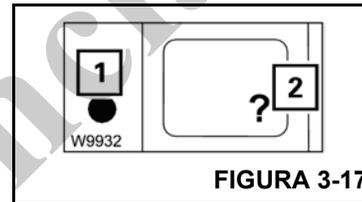

FIGURA 3-17
Para determinar cuál es el error, se debe abrir el submenú de error presionando el botón ? (2) (Figura 3-17). El botón solo se activa cuando la luz (1) destella o se enciende.